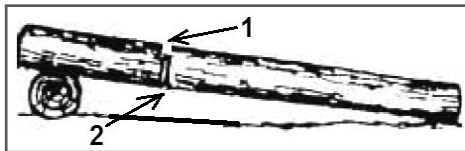

Рис.13 Пропилы при раскрыжевке дерева на одной опоре
- Бревно лежит на одной опоре (Рис.13). Разгрузочный пропил (1) на 1/3 бревна делается сверху. Основной пропил (2) делается снизу навстречу разгрузочному пропилу.